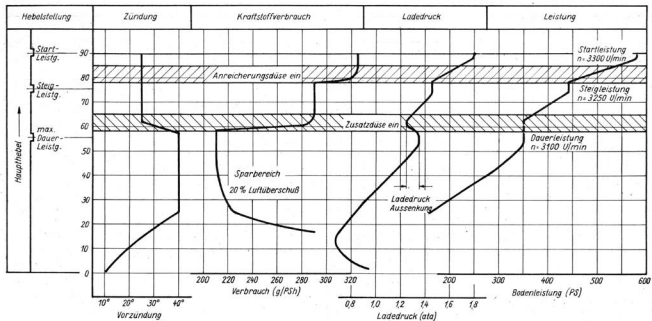

Abb. 1. Zündung, Kraftstoffverbrauch, Ladedruck und Leistung.
1. Hauptbedienhebelstellung „Leerlauf“ (s. Abb. 20 Bild 1).